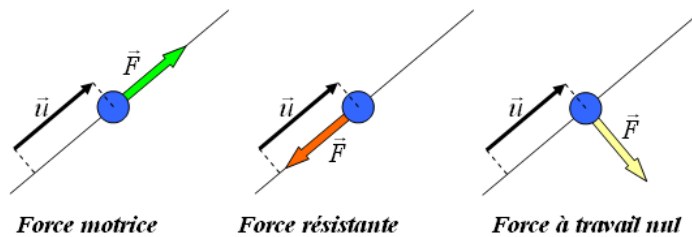

Figure. 2
- ✓ $W > 0$ si le déplacement est dans la même sens que la force, il s'agit d'un travail moteur (figure. 2)
- ✓ $W < 0$ si le déplacement se fait en sens contraire de la force, il s'agit d'un travail résistant (figure. 2)